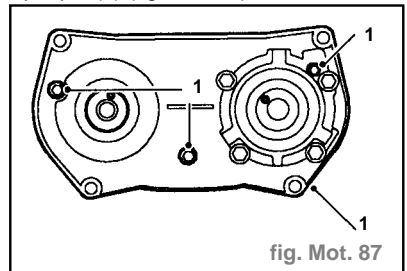

fig. Mot. 87
- En utilisant l'outil **18G 1521**, immobiliser le pignon de distribution d'arbre à cames d'admission arrière et enlever le boulon et la rondelle maintenant le pignon (1).
- Recommencer les opérations ci-dessus sur le pignon de distribution arrière d'arbre à cames d'échappement (2).
- Déposer les deux pignons de distribution arrière des arbres à cames et récupérer la courroie de distribution arrière (3).
- Enlever les boulons maintenant la plaque de fond de courroie de distribution arrière d'arbre à cames et déposer la plaque (1) (fig. Mot. 87).